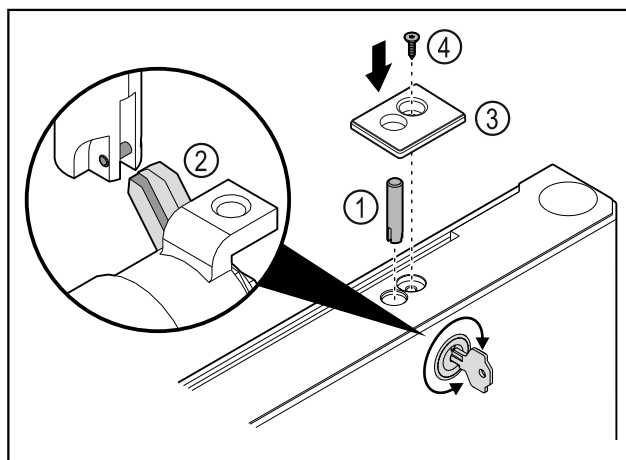

Fig. 47
- ▶ Introduceți bolțul încuietorii Fig. 47 (1).
- ▶ Rotiți ușor încuietoarea, astfel încât bolțul încuietorii Fig. 47 (2) să se fixeze în poziție în canelura încuietorii.
- ▶ Introduceți apărătoarea Fig. 47 (3).
- ▶ Introduceți șurubul Fig. 47 (4).